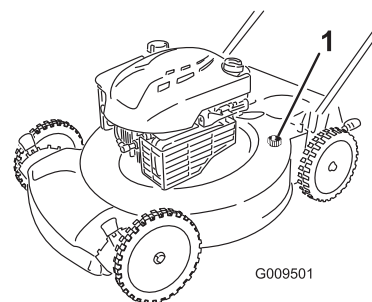

Figure 30
4. Branchez un tuyau d'arrosage, relié à une arrivée d'eau, à l'embout de lavage de la machine (Figure 30).